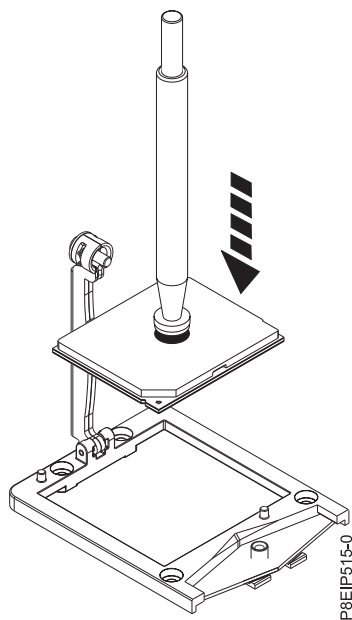

Figure 83. Abaissement du processeur dans le connecteur
- a. Abaissez le stylet et le module processeur système sur le connecteur, comme indiqué dans la figure 83, à la page 71. Alignez l'angle biseauté du processeur avec celui du connecteur. Prenez soin d'abaisser l'outil uniformément sans incliner le processeur.